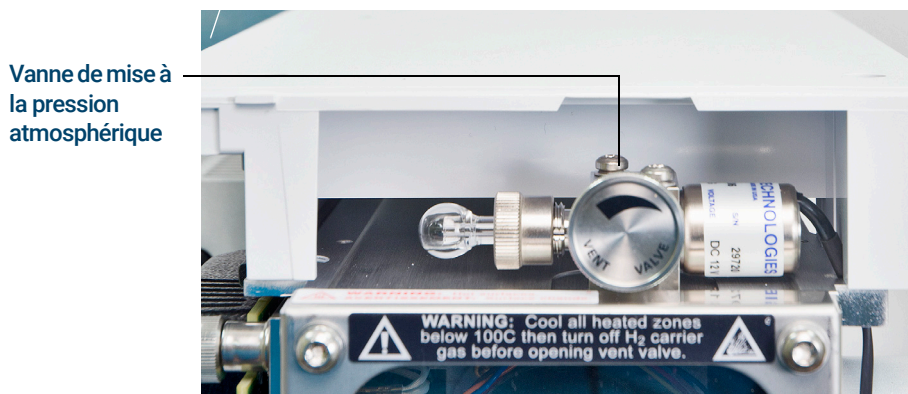

Figure 38. Vanne de mise à la pression atmosphérique
- 3 Vérifier que la vanne de mise à la pression atmosphérique est ouverte en la tournant dans le sens contraire des aiguilles d'une montre jusqu'à ce qu'elle soit ouverte. (Voir Figure 38 page 127.)
- 4 Ouvrir la vanne de mise à la pression atmosphérique en la tournant de 45 degrés dans le sens contraire des aiguilles d'une montre. (Voir **Figure 38.**)
- 8 Fermer la vanne de mise à la pression atmosphérique lorsqu'elle émet un sifflement. (Voir **Figure 38.**)